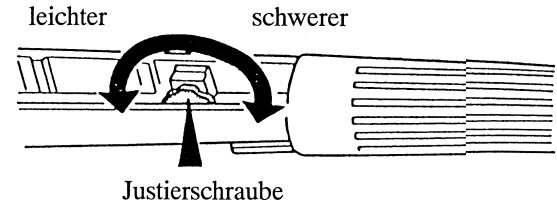

Abb.15: Einstellen der Gasgriffbeweglichkeit
- 6) Haben Sie das Gefühl, daß der Gasgriff zu schwer oder leicht geht, stellen Sie ihn an der Justierschraube ein.(Abb.15)